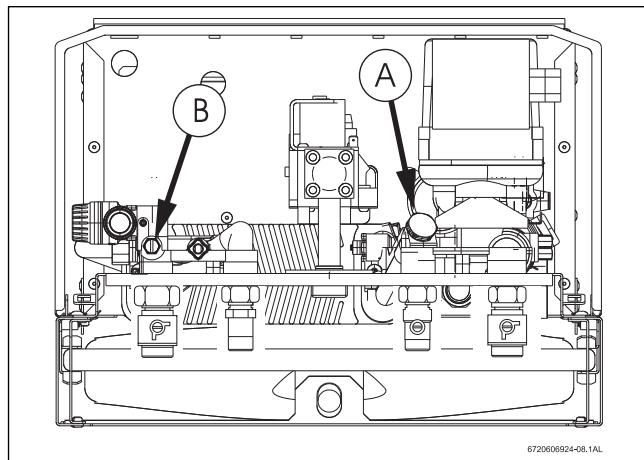

Fig. 27
- Desapertar o tampão (Fig. 27 , Pos. A).
- Desaparafusar o parafuso de purga (Fig. 27 , Pos. B).